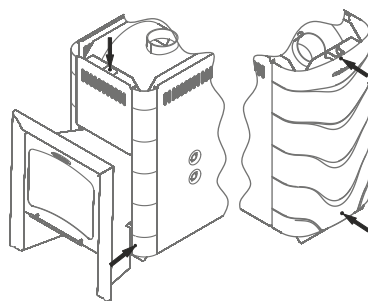

Рисунок 11. Саморезы для демонтажа конвектора печи.
2. Снять конвектор, открутив 5 саморезов (рисунок 11)